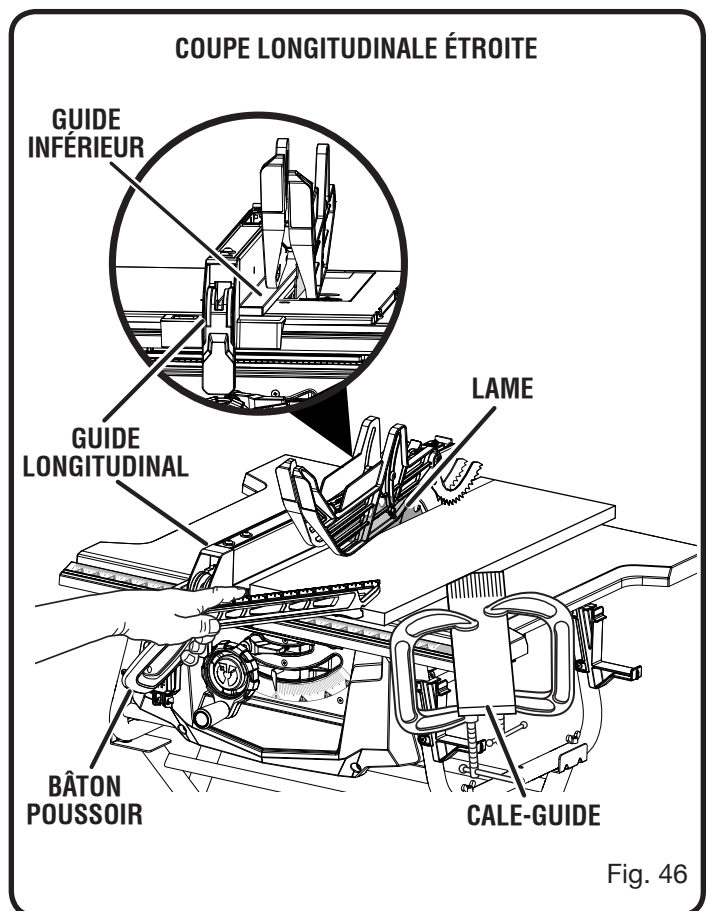

Fig. 46
**NOTE :** L'opération de coupe illustrée à la figure 46 positionnera en résultat la pièce sauvegardée entre le guide longitudinal et le côté gauche de la lame. Alternativement, il est possible de placer le guide longitudinal et la partie large de la pièce à travailler sur le côté gauche de la lame, ce qui placera la pièce sauvegardée sur la droite.